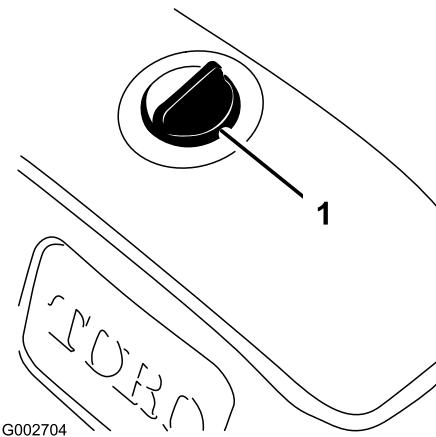

Bild 15
3. Säubern Sie den Bereich um den Deckel des Hydraulikölbehälter, damit keine Rückstände in den Behälter gelangen (Bild 15).